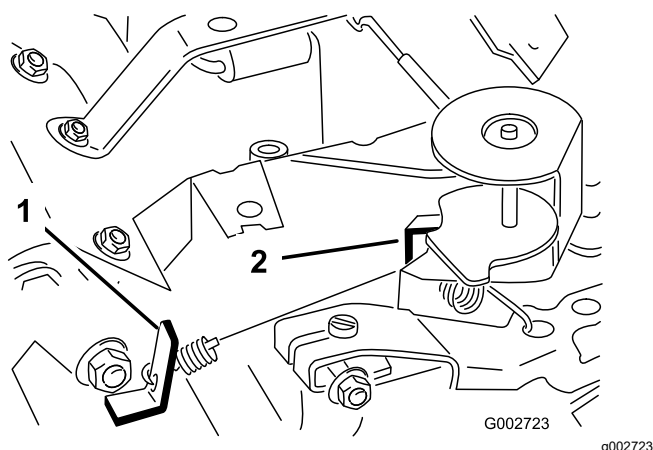

Bild 41
3. Biegen Sie den Anker-Federmitnehmer (Bild 41), um eine Leerlaufgeschwindigkeit von 1.675 U/min bis 1.175 U/min zu erzielen.
6. Biegen Sie den Federankermittelnehmer in der Vollgaseinstellung (Bild 41), bis Sie eine Vollgasdrehzahl von 3.350 U/min bis 3.450 U/min erzielen.